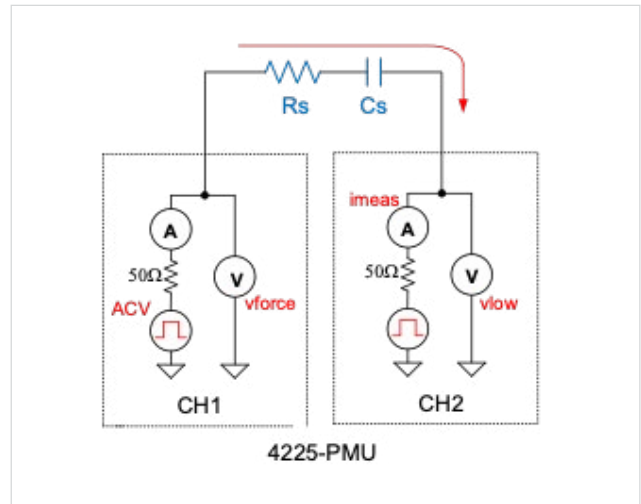

图 7. 用于测量串联 RC 电路 AC 阻抗的 PMU 连接
例如，可以在 PMU 的 CH1 和 CH2 之间连接串联 RC 电路，如图 7 所示。CH1 输出周期性脉冲波形 (ACV)，CH2 测量产生的电流 (imeas)。通过 FFT 计算得到测试电路的 AC 阻抗参数，如串联电阻 (R_s) 和电抗 (X_s)，以及阻抗的实部和虚部。电容 (C_s) 和耗散因子 (D) 可以用 R_s 和 X_s 推导出来。